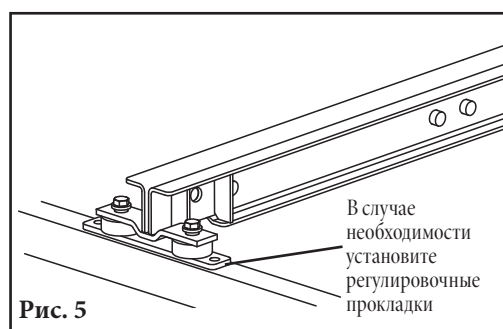

Рис. 5
5. **Установите U-образные поперечины.** Поместите все U-образные поперечины на конструкцию конвейера, выравнивая с монтажными отверстиями, выполненными на шаге 3. Вставьте монтажный болт U-образной поперечины и затяните пальцами (рис. 5). В случае необходимости установите регулировочные прокладки под изолирующими опорами (см. табл. 1). Проверьте высоту центрального натяжного ролика над передним и задним натяжными роликами в зоне нагружения.
5. **Снимите изношенные брусы.** Ослабьте и открутите гайки в каждой поперечной распорке, снимите амортизирующий брус и опору бруса при наличии (рис. 5).